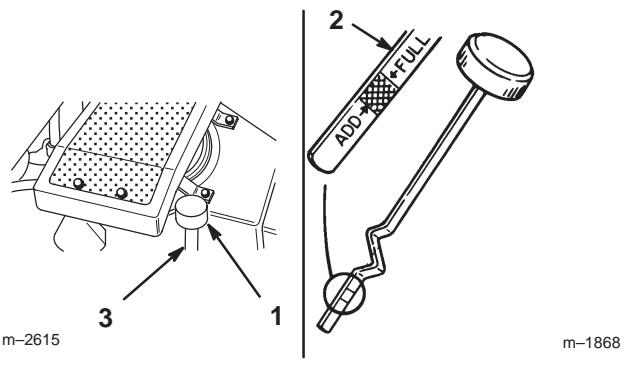

Bild 20
2. Reinigen Sie den Bereich um den Ölpeilstab herum (Bild 20), damit kein Schmutz in den Einfüllstutzen gelangen und so den Motor beschädigen kann.
3. Schrauben Sie den Ölpeilstab los und wischen Sie das Metallende ab (Bild 20).
4. Schieben Sie den Ölpeilstab vollständig in den Einfüllstutzen (nicht in den Einfüllstutzen einschrauben) (Bild 20). Ziehen Sie den Peilstab wieder heraus und kontrollieren Sie das Metallende. Gießen Sie, wenn der Ölstand zu niedrig ist, nur so viel Öl langsam in den Einfüllstutzen, dass der Ölstand die Voll-Marke erreicht.
5. Gießen Sie ca. 80 % der auf Seite 28 angegebenen Ölmenge langsam in den Einfüllstutzen (Bild 20).